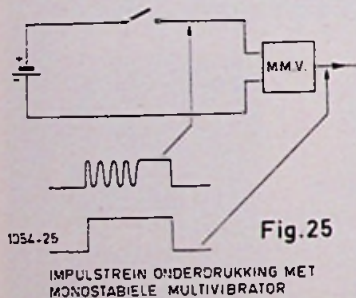

Fig.25
- Met een monostabiele multivibrator, waarvan de tijdconstante groter is dan de duur van de impulstrein, (zie fig. 25).